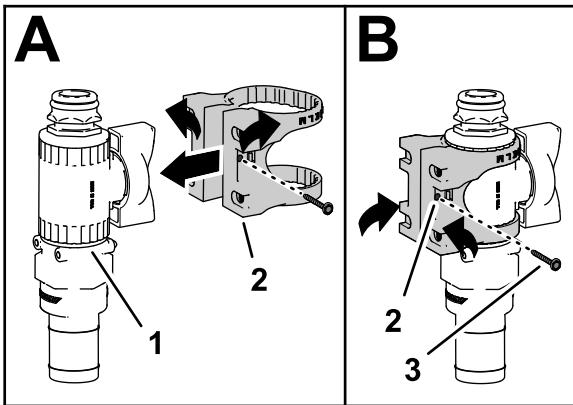

Figura 37
6. Monte el soporte de la válvula en una válvula de control recta, como se muestra en la Figura 37, A.
7. Sujete el soporte de la válvula a la válvula de control con el tornillo con arandela prensada (N.º 6), y apriete el tornillo a mano (Figura 37, B.)